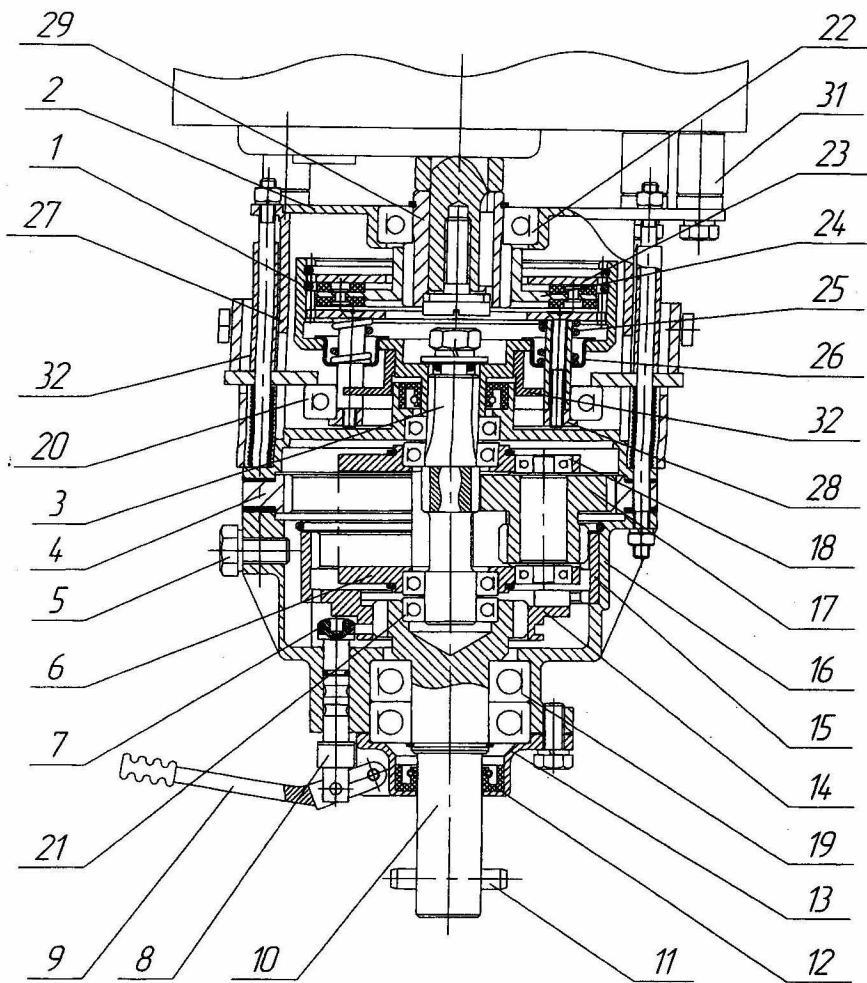

Рис. 4 Вращатель
Вращатель (рис.4) представляет собой двухскоростной планетарный редуктор, состоящий из корпусов 16 и 27 с крышками 2 и 13, в котором монтируются основные детали.
Рис. 4а. Управление сцеплением
Выключение сцепления осуществляется рычагом 3 (Рис.4а), нажатием вниз, до срабатывания механизма фиксации в положении - "выключено". Для включения сцепления необходимо: сжимая между собой ручки 4 (Рис.4а), вывести из зацепления пластины 5 и плавно поднять механизм управления до упора вверх. Для предотвращения заеданий при работе механизма управления сцеплением, не допускайте сильного загрязнения и периодически смазывайте трущиеся поверхности смазкой - Литол 24-МЛи 4/12-3 ГОСТ 21150-87.
При установке двигателя на вращатель центрирование ступицы 29 (см.рис.4) производить при выключенном сцеплении (диск сцепления должен быть свободным)
- совместить крепежные отверстия на корпусе вращателя и двигателя, вставить втулки и зафиксировать болтами, как указано на рис.4;
- проверить наличие смазки во вращателе по уровню контрольной пробки 5 (рис.4) и двигателе по щупу;
- включить необходимую передачу ручкой 9 (см.рис.4);
- выключить сцепление рычагом 30 (см.рис.4);
- закрепить буровой инструмент на валу 10 (см.рис.4);